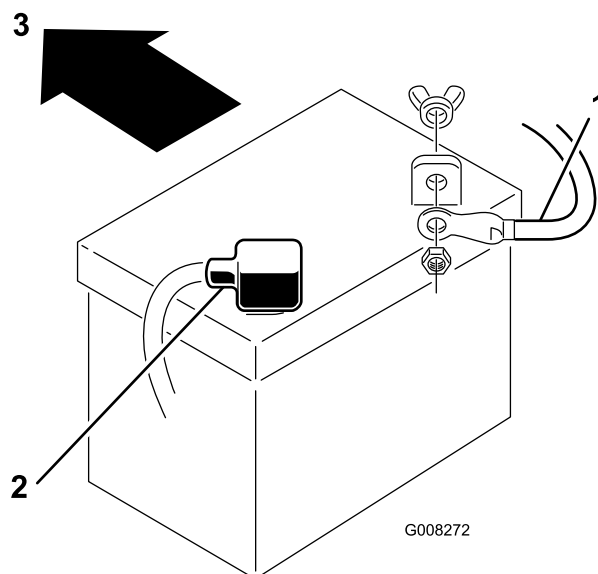

Figura 32
7. Staccate il cavo negativo (nero) di terra dal polo della batteria (Figura 32).
9. Staccate il cavo positivo (rosso) dal polo della batteria (Figura 32).
1. Collocate la batteria sullo chassis volgendo i poli verso il parte posteriore del trattore (Figura 32).
3. Utilizzando il bullone ed il dado ad alette, collegate il cavo positivo (cappuccio rosso) al polo positivo (+) della batteria (Figura 32). Infilate il cappuccio di gomma sul polo della batteria.
4. Utilizzando il bullone e il dado ad alette, collegate il cavo negativo (nero) al polo negativo (-) della batteria (Figura 32). Infilate il cappuccio di gomma sul polo della batteria.